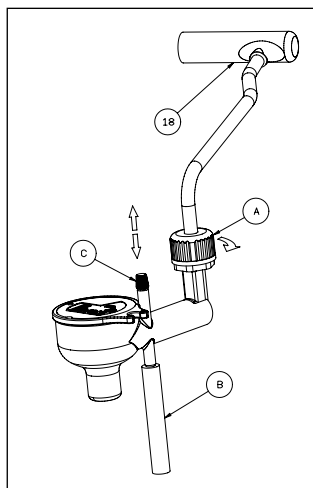

FIG 2
- accertarsi che il volantino (4) del rubinetto vapore sia chiuso, (foto B);
- ruotare il tubo vapore (12) in senso orario fino alla posizione di fermo e sfilare dalla propria sede il tubo vapore, tirandolo verso destra, (foto N) - inserire il Cappuccino Automatic sulla lancia vapore (18) spingendo verso l'alto fino a quando la lancia appoggia al raccordo, ed avvitare la ghiera in senso orario (Fig.2);
È possibile regolare la schiuma del latte agendo sullo spinotto (C) (fig. 2), del Cappuccino Automatic per avere la consistenza della crema desiderata. Per una crema con maggior volume,